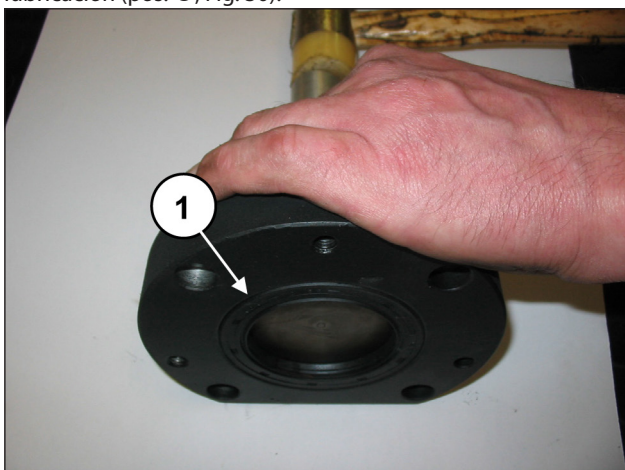
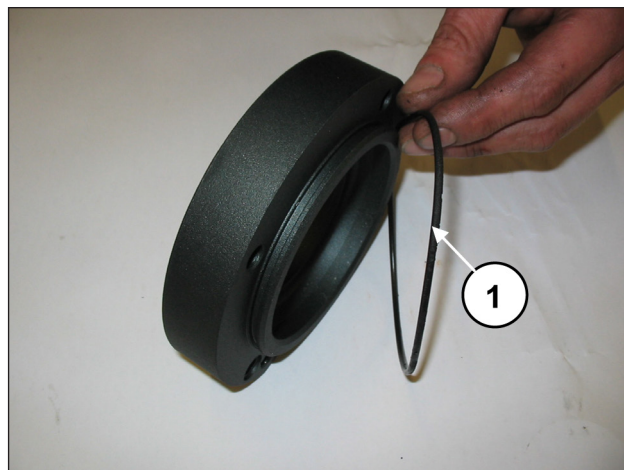
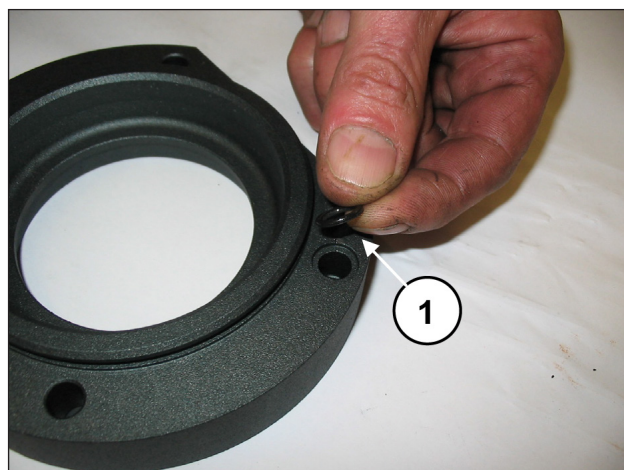

Fig. 28
Fig. 29
Fig. 30
Extraer la anilla de retención radial (pos. ①, Fig. 28), la junta tórica externa (pos. ①, Fig. 29) y la junta tórica del orificio de lubricación (pos. ①, Fig. 30).